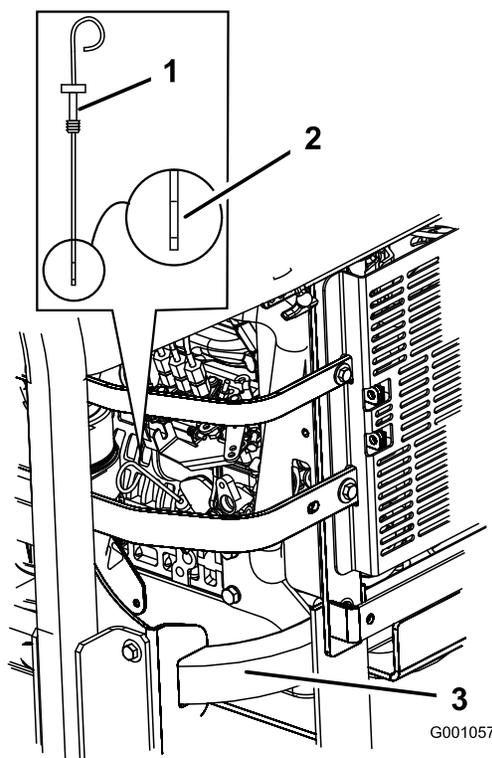

Figura 43
3. Pulite attorno all'asta di livello (Figura 43) in modo che la morchia non possa penetrare nel foro di rifornimento e danneggiare il motore.
4. Estraete l'asta di livello dell'olio e pulite l'estremità metallica (Figura 43).
5. Inserite a fondo nel tubo di rifornimento l'asta di livello dell'olio. Estraete l'asta e controllate l'estremità metallica (Figura 43). Se il livello dell'olio è basso, versate lentamente dell'olio nel foro di rifornimento solo quanto basta per portare il livello al segno Full.